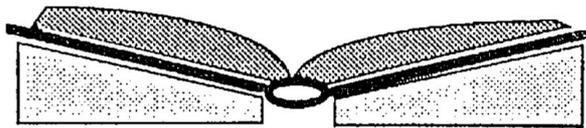

Abb.2
2. Stütze für das Ausstellen des Textes (Abb. 2)
Die einzelnen Buchkeile (Abb. 2) müssen etwas kleiner als die Umrissform des Buches aus Schaumstoff zugeschnitten werden. (Schaumstoffkeile sollten nie über mehrere Monate im direkten Kontakt mit den Einbandmaterialien in Berührung kommen, da langfristig Schäden entstehen könnten).